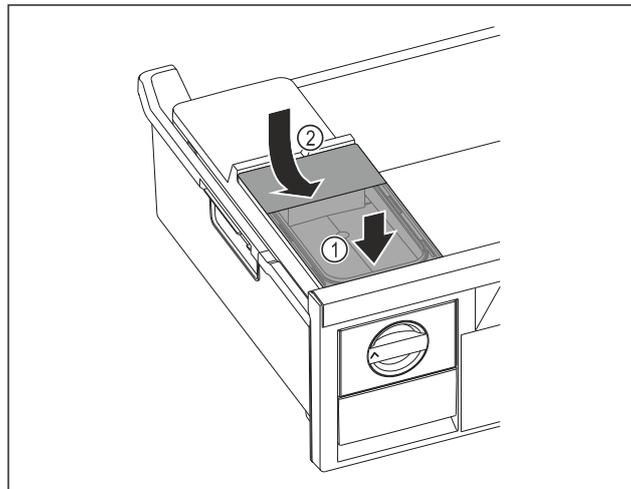

Fig. 40
- ▶ Placer le réservoir d'eau à l'avant. Fig. 40 (1)
- ▶ Abaisser le réservoir d'eau à l'arrière. Fig. 40 (2)